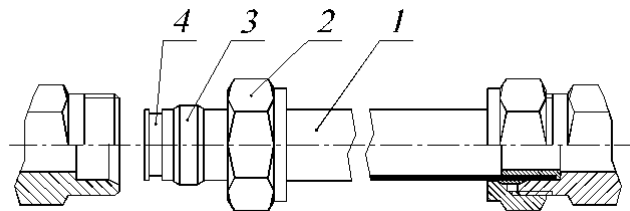

Рис.6. Соединение нагревательных элементов конвектора.
- 5.4 При помощи медных труб 15×1 и обжимных фитингов из комплекта монтажных частей, соединить нагревательные элементы секций (рис.6). Для этого необходимо через отверстие в корпусе вставить трубки в патрубки нагревательных элементов, закрутить гайки рукой до упора, после этого гаечным ключом завернуть гайки на $1/4$ оборота.